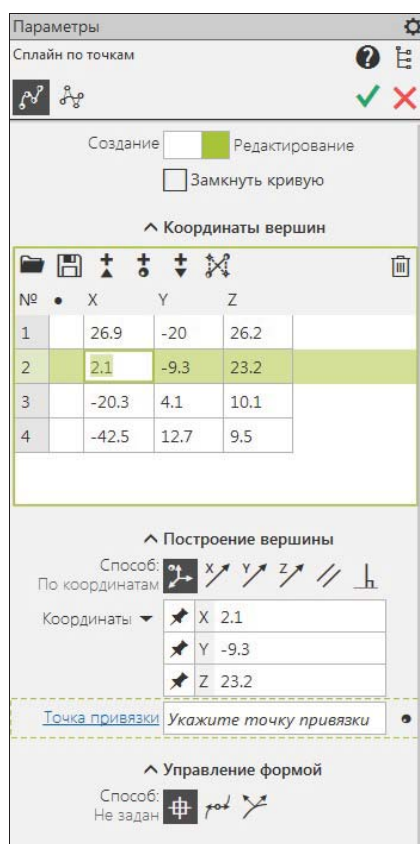

Рис. 22.7. Панель
- ♦ вызовите команду **Сплайн по точкам**. На панели **Параметры: Сплайн по точкам** (рис. 22.7) в **Заголовке** имеется команда **Сплайн по полюсам** для возможности перехода к данной команде. Далее сплайн строится аналогично ломаной;